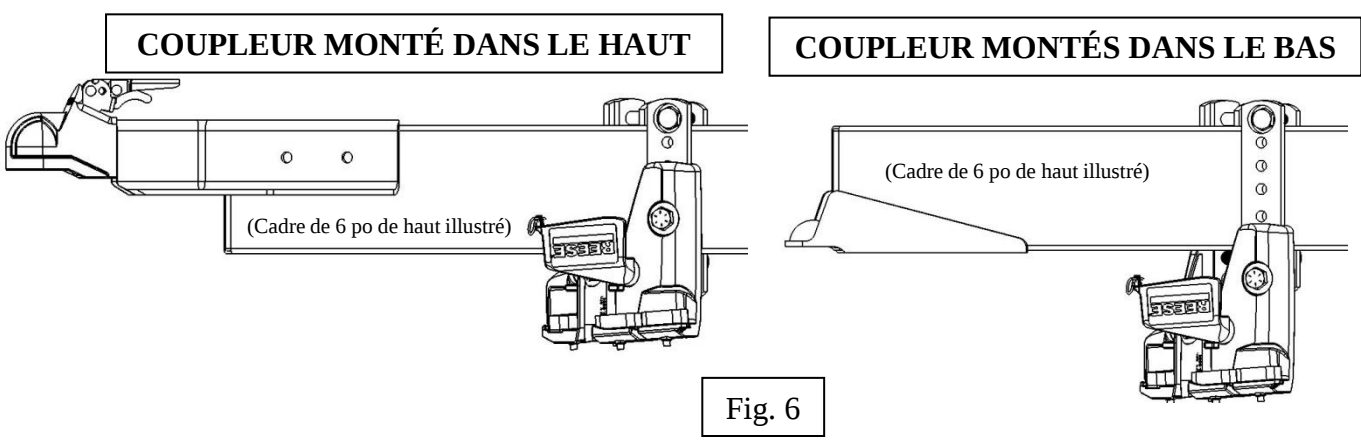

Fig. 6
9. Glisser le **support de cadre réglable** sur la **barre en T** à la hauteur correspondant au coupleur monté sur le haut/bas. Dans le cas de coupleurs montés dans le haut, un trou fileté devrait être visible au-dessus du **support de cadre réglable**. S'il s'agit de coupleurs montés dans le bas, le boulon de montage du **support de cadre réglable** doit être posé un trou de boulon sous le boulon de cadre du bas (voir Fig. 6).